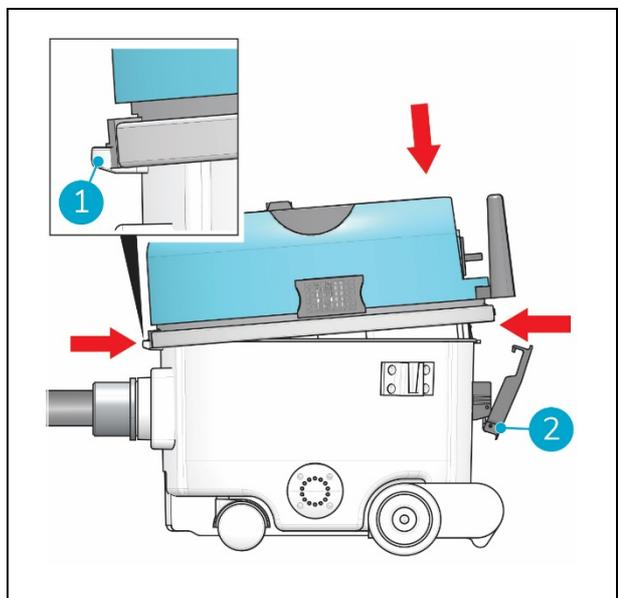

Abbildung 16
15. Die Aussparung im Deckel muss den Kragen des Kanisters umschließen (Abb. 16, Pos. 1).
16. Schließen Sie den Riegel (Abb. 16, Pos. 2).